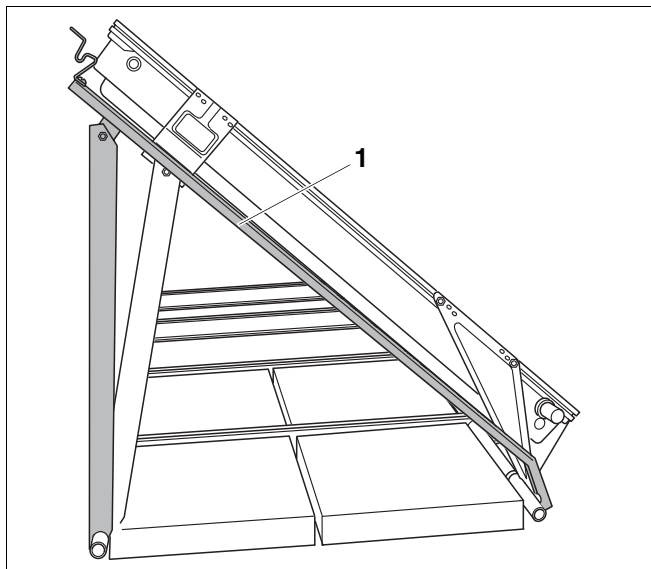

Fig. 2 Controlar o ajuste do ângulo
Se o perfil (fig. 2, **item 1**) do apoio do colector encostar de forma plana e paralela na parte inferior do colector, não precisará de efectuar quaisquer alterações no ângulo do apoio do colector.